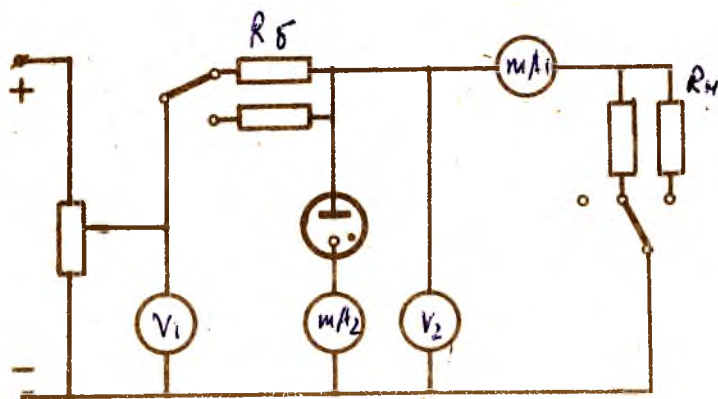

Рис. 9
Схема на рис.9 позволяет снять характеристику зависимости напряжения от тока стабилитрона тлеющего разряда  $U = f(I)$ , измерить коэффициент стабилизации, а также изучить работу стабилитрона с нагрузкой  $R_H$ .
2. Снять зависимости напряжения от тока  $U = f(I)$  стабилитрона тлеющего разряда по схеме рис.9, одновременно отмечая величину входного напряжения  $E$ . Переключатель  $\Pi_2$  при этих измерениях должен быть разомкнут. Измерить потенциал зажигания разряда стабилитрона. На полученном графике отметить область стабилизации.